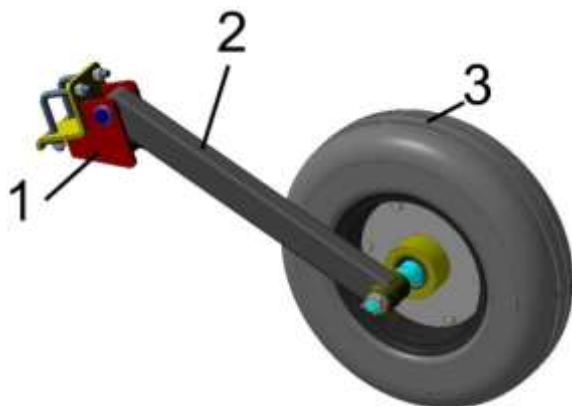

Рисунок 4 – Колесо прикатывающее
3.1.6 Колесо прикатывающее (рисунок 4) с помощью хомутов устанавливается шарнирно на заднюю трубу рамы на кронштейне 1. Стойка колеса с осью 2 имеет возможность свободного перемещения вверх и вниз для осуществления копирования рельефа почвы. На оси стойки установлен диск с шиной 3. Для регулировки машины в зависимости от ширины укрывного материала имеется возможность перемещения колеса вдоль рамы.